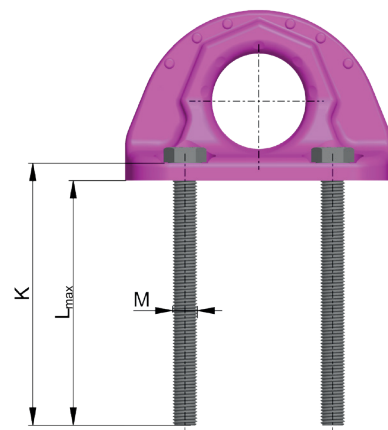

Fig. 4: B-ABA Lunghezza max bulloni
- I punti di sollevamento RUD B-ABA devono essere installati utilizzando i bulloni ICE in dotazione. Se necessario, i bulloni Standard-ICE e Vario-ICE possono essere ordinati su richiesta (confrontare Tabella 5, Tabella 6, Fig. 4).